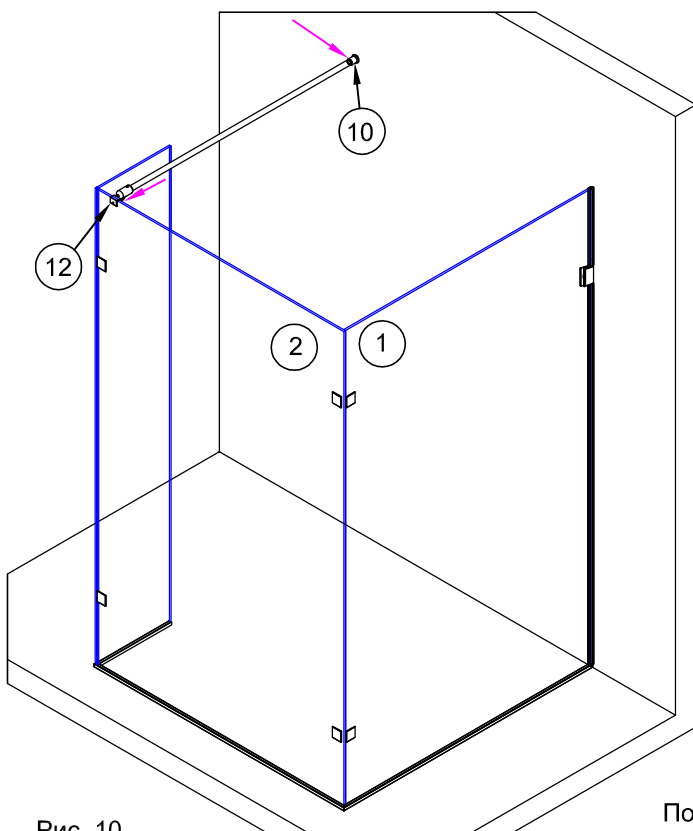

Рис. 10
3.6. Установить штангу в крепление штанга-стена №10. Крепление штанга-стекло №12 разместить на стекле панели №2 (рис.10). Зафиксировать крепление №12 на стекле, закрутив винт крепления шестигранным ключом (рис.10).
Выровнять вертикальное положение стекла панели. Зафиксировать положение штанги в креплении №10, закрутив винт на креплении шестигранным ключом (рис.10).